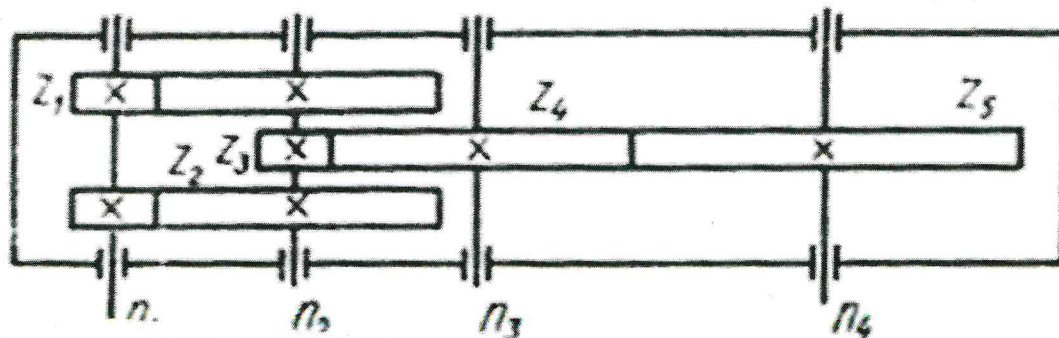

Рис. 5.
33. Если в редукторе указанной схемы (рис. 5) в два раза уменьшить число зубьев колеса Z_4 , то как изменится число оборотов в минуту на выходе N_4 ?